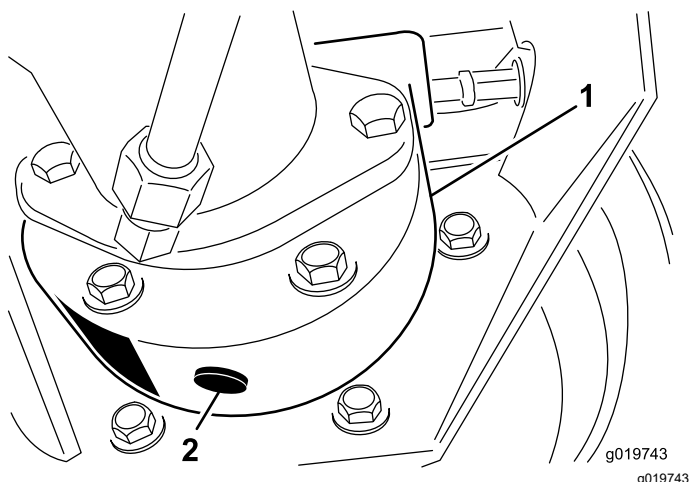

Figura 68
4. Mettete una bacinella sotto la scatola del freno, togliete il tappo di spurgo e lasciate defluire l'olio (Figura 68).